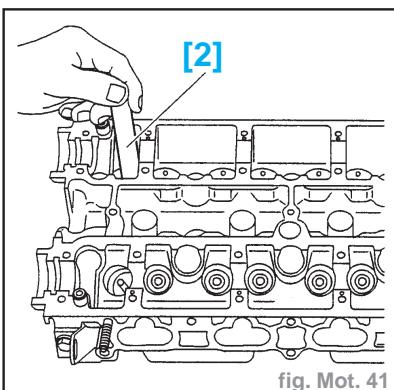

fig. Mot. 41
- Poser (fig. Mot. 41 et 36) :
- les joints de queue de soupapes (16) (neufs) à l'aide de l'outil [2] (réf. 0132W)
- les ressorts (10) et (13)
- les cuvettes (9) et (15)